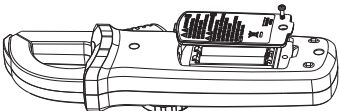

fig. 6
2.Sustitución de la batería (fig. 6)